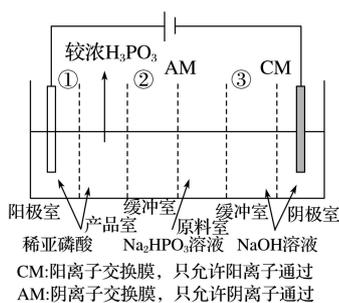

图4
(4)我国最近在太阳能光电催化—化学耦合分解硫化氢研究中取得新进展，相关装置如图 4 所示。
(4)亚磷酸钠(Na_2HPO_3)溶液电渗析法制备 H_3PO_3 (亚磷酸)的原理如图 4 所示,膜①、③均为 CM,